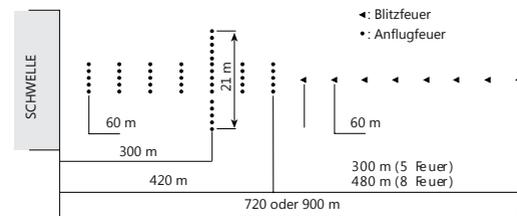

Abb. 6 SSALR (FAA)
- zur Vervollständigung einer reduzierten Dauerlichtkonfiguration in ASFL-, SSALR- (Abb. 6) oder MALSR-Systemen nach FAA